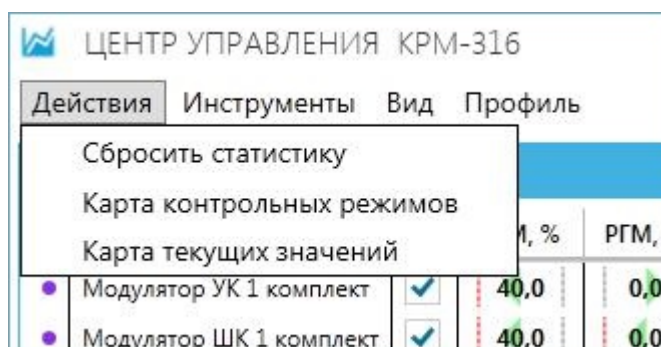

Рисунок 23 — Раздел «Действия»
4.2.1.2.1 Раздел «Действия» (см. рисунок 23) включает в себя следующие пункты: